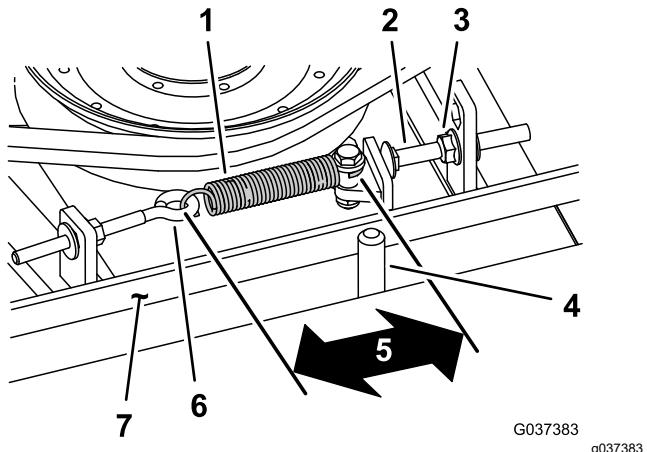

Figura 76
Cuando está correctamente tensado, la longitud en el interior del muelle de extensión (entre ganchos) debe ser de 8.3-9.5 cm (3 $\frac{1}{4}$ "-3 $\frac{3}{4}$ ") aproximadamente. Una vez que haya obtenido la tensión correcta del muelle, ajuste el perno de tope (perno de cuello cuadrado) hasta que quede aproximadamente 2-5 mm (0.065"-0.185") de holgura entre la cabeza del perno y el brazo tensor (Figura 76).
**Nota:** Asegúrese de que la correa está colocada en el lado del muelle de la guía de la correa (Figura 76).
- Afloje el perno de ojal para poder retirar el muelle de extensión (Figura 76).
- Afloje la tuerca con arandela prensada que fija el perno de tope a la pestaña de montaje, y aparte la polea tensora de la correa para aliviar la tensión de la correa (Figura 76).
- Nota:** Asegúrese de que la correa está colocada en el lado del muelle de la guía de la correa (Figura 76).
9. Conecte el muelle de extensión (Figura 76) al perno de ojal y tense la correa de la siguiente manera: